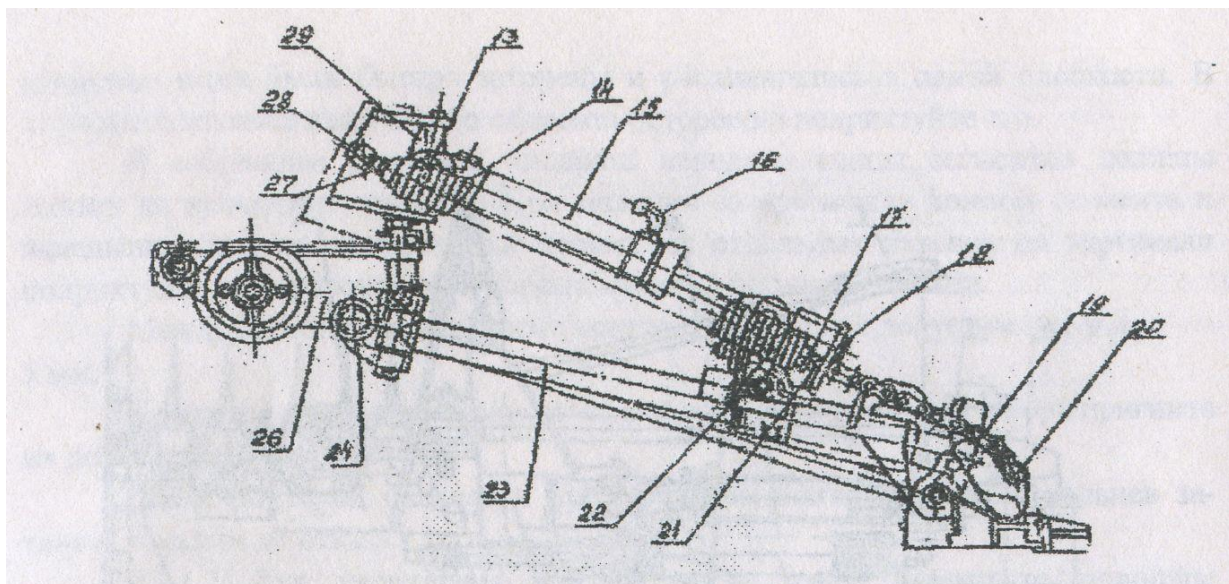

Рис. 5 . Модуль. Вид спереди
В отверстие заднего ушка шарнира спереди вставлена эксцентриковая втулка 7, скреплённая с шарниром болтом 6. Осью 10 штанга соединяется с кронштейном 24 (см. рис. 5), шарнирно креплённым на оси.
4.1.5. Механизм подъёма и уравнивания режущих аппаратов (см. рис. 5) состоит из гидроцилиндра 15, соединённого с рычагом свободного хода 18, имеющим ограниченное перемещение в кронштейне 22 и цепной тяги 19, соединённой одним концом с внутренним башмаком режущего аппарата. Другой конец цепной тяги проходит через отверстие переднего упора рычага свободного хода и соединяется с пружиной 14, закреплённой на раме машины. Натяжным винтом 28 регулируйте усилие в пружине до величины, необходимой для обеспечения давления внутреннего башмака на почву до 30 кг и наружного до 10 кг.